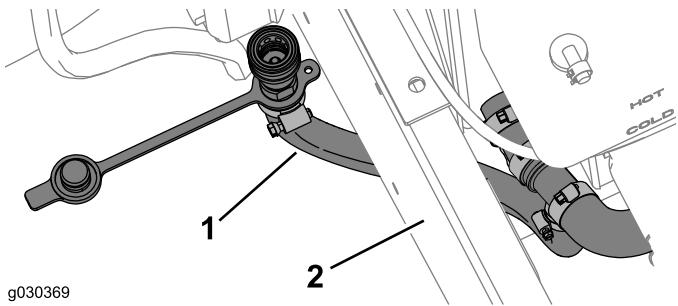

Figura 37
6. Dirija la manguera corta tal y como se muestra en la Figura 37.